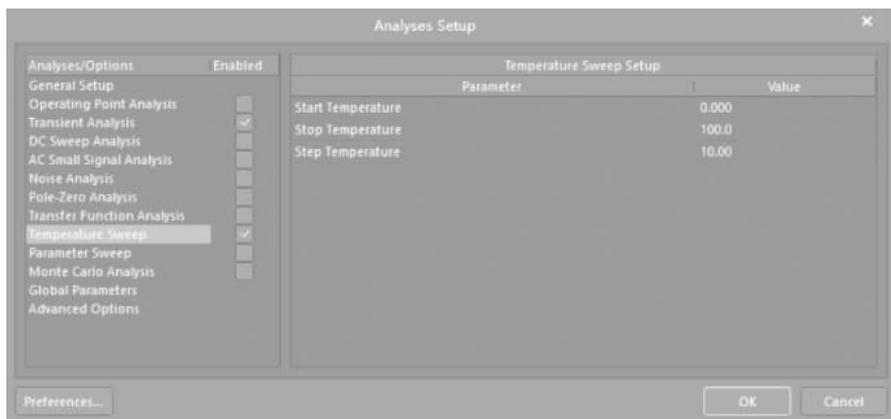

图 3-77 设置仿真参数界面 2
- (3) 选择 Temperature Sweep,出现如图 3-77 所示的 Temperature Sweep Setup(温度扫描设置)界面。按下面参数设置: